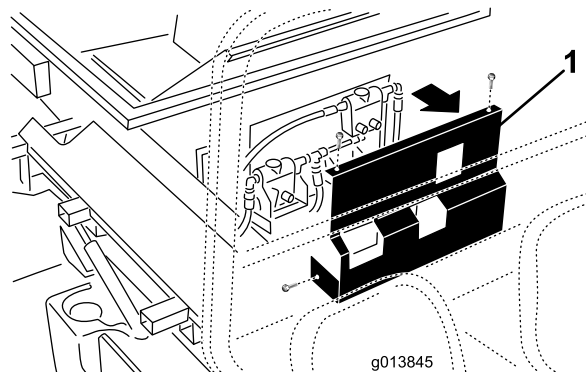

Figure 13
39. Sur la version SH, modèle 44701, retirez les fixations du couvercle sur l'avant du ProPass et écartez le couvercle (**Figure 13**).